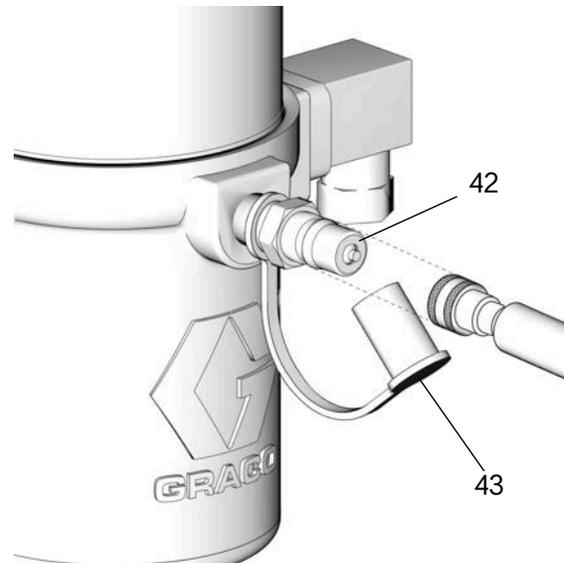

图 4
1. 将滑脂盖 (43) (图 4) 从注入端口上拆下以便能接触注入柱 (42)。
2. 将注入泵上的快速连接管与注入端口 (42) 相连。
4. 从注入杆 (42) 断开注入泵连接(图 4, 第 8 页)。
5. 将滑脂盖 (43) 固定在注入杆 (42) 上 (图 4, 第 8 页)。